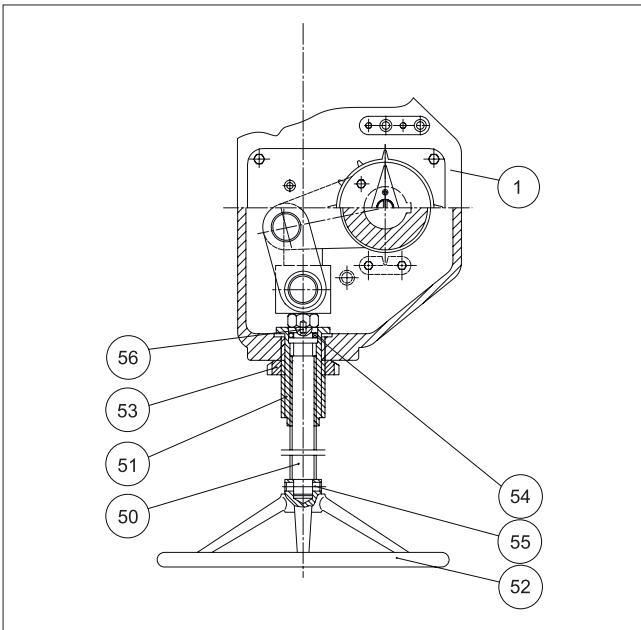

Abb. 24 B1JAR Stellantrieb
Der B1JAR Stellantrieb ist ansonsten wie der B1JA Stellantrieb aufgebaut, außer dass er manuell betätigt werden kann, um den Kolben gegen die Feder in die obere Position zu bringen, falls keine Luftzufuhr vorhanden ist. Der B1JA Stellantrieb kann durch Austausch des Gehäuses (1) und Hinzufügen von Teilen (50 bis 56) in einen B1JAR Stellantrieb umgewandelt werden, siehe Abb. 24.
Wenn bei der Betätigung des Stellantriebs mit dem Handrad Schwergängigkeit oder Geräusche auftreten, ist der Zustand der Lager (56) zu überprüfen, siehe Abb. 24. Andere Wartungsarbeiten, wie für den Stellantrieb B1JA in Abschnitt 4.2 beschrieben.
Teileliste für Abb. 24: